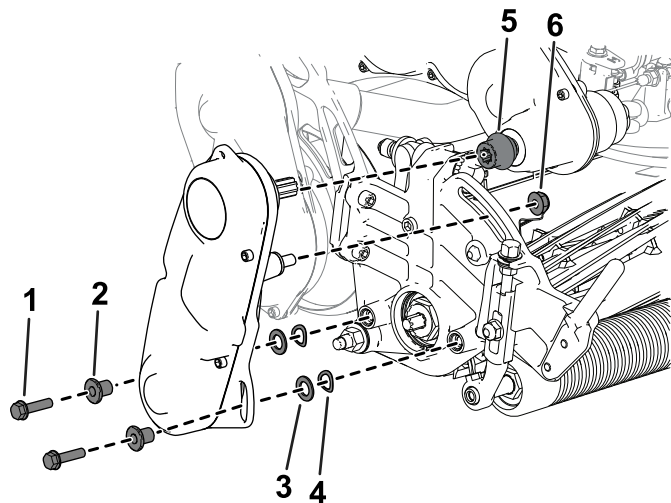

Bild 46
- Verwenden Sie die zuvor entfernten Zylinderschrauben, Unterlegscheiben und Distanzstücke, um die Spindeltriebsbaugruppe an der Seitenplatte des Mähwerks zu befestigen (**Bild 46**).
Stellen Sie sicher, dass die Spindeltriebswelle an der Kupplung der Getriebeantriebswelle befestigt ist (**Bild 46**).